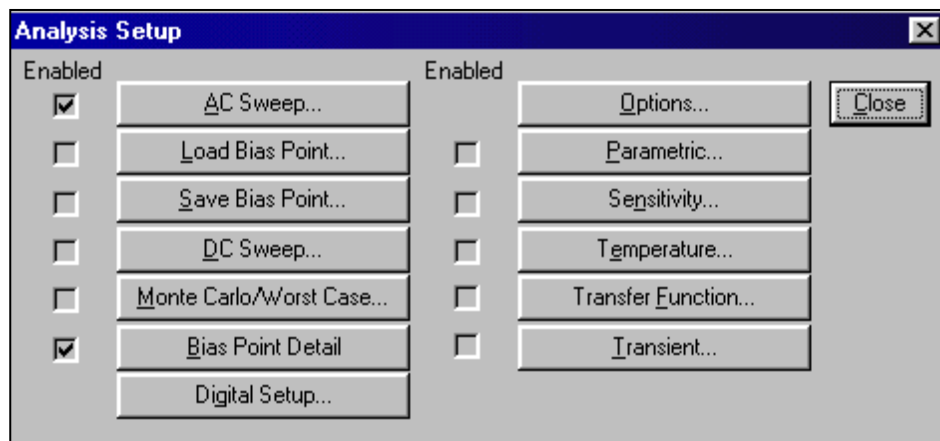

Рис. 4. Выбор директив моделирования
- 3) Составить задание на моделирование по команде **Analysis > Setup** или щелкнув по пиктограмме  . В открывшемся окне (рис. 4) нажатием курсора отмечают нужные директивы моделирования и нажатием соответствующей кнопки открывают диалоговые меню задания директив.